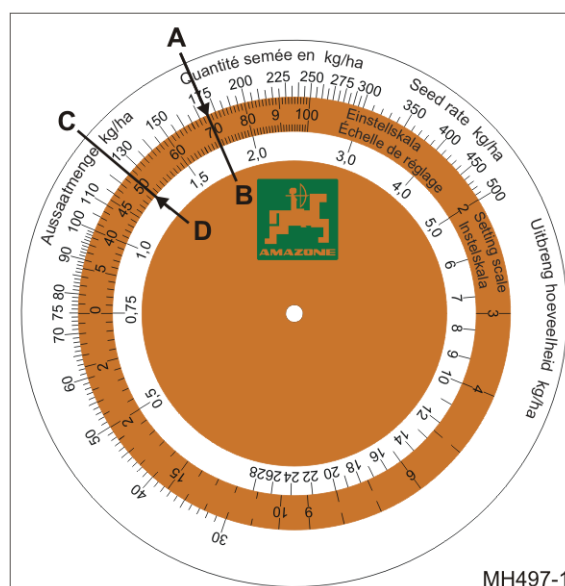

Fig. 56
- o Quantité à épandre calculée 175 kg/ha (Fig. 56/A)
- o Position du boîtier 70 (Fig. 56/B) sur la disquette de calcul.
2. Lire la position de boîtier pour la quantité à épandre souhaitée de 125 kg/ha (Fig. 56/C) sur la disquette de calcul.
- Position de boîtier « 50 » (Fig. 56/D).